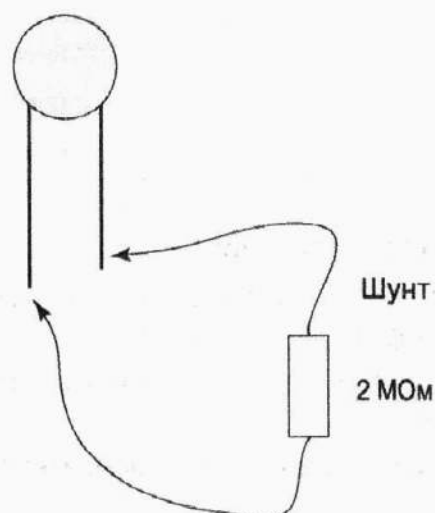

Рис. 9.16. Сделайте сами или купите шунт, с помощью которого с конденсатора стягивается избыточный заряд
1. **Перед тестированием нужно взять изолированный шунт и зашунтировать им выводы конденсатора (рис. 9.16). Этот шунт можно легко сделать самостоятельно. Он представляет собой обычный провод с врезанным резистором 1 или 2 МОм. Этот резистор предотвращает выводы конденсатора от короткого замыкания.**